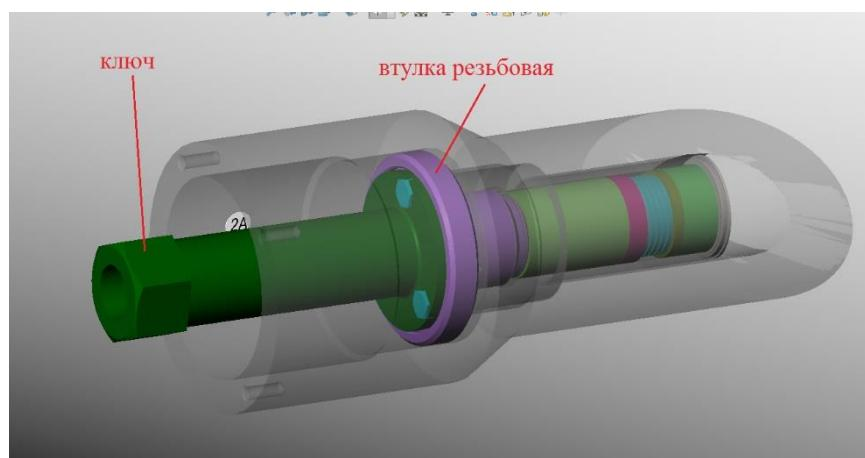

Рисунок 62 – Установка втулки резьбовой
4.2.2.22 Посредством ключа завернуть втулку резьбовую с моментом затяжки 20 Н·м. (рисунок 62).